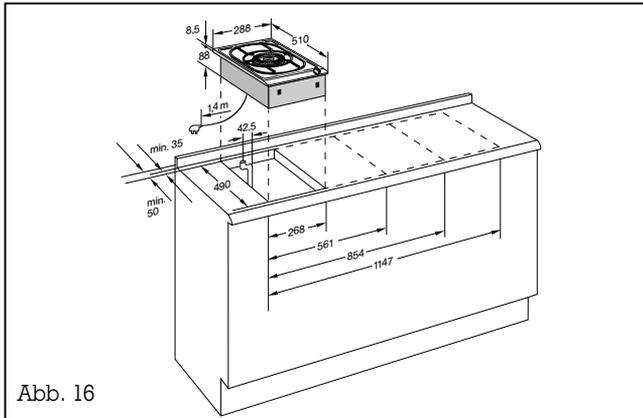

Abb. 16
**Wichtig!** Der Winkel zwischen der Schnittfläche und der Arbeitsplatte muss 90° betragen (Abb. 16).